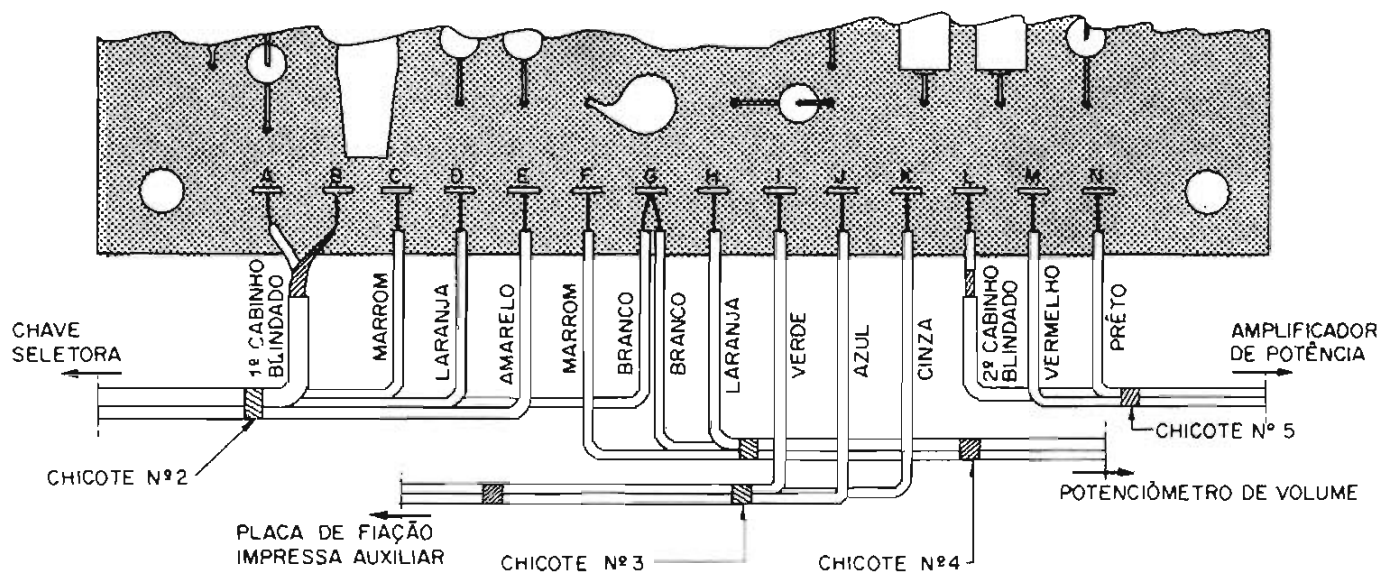
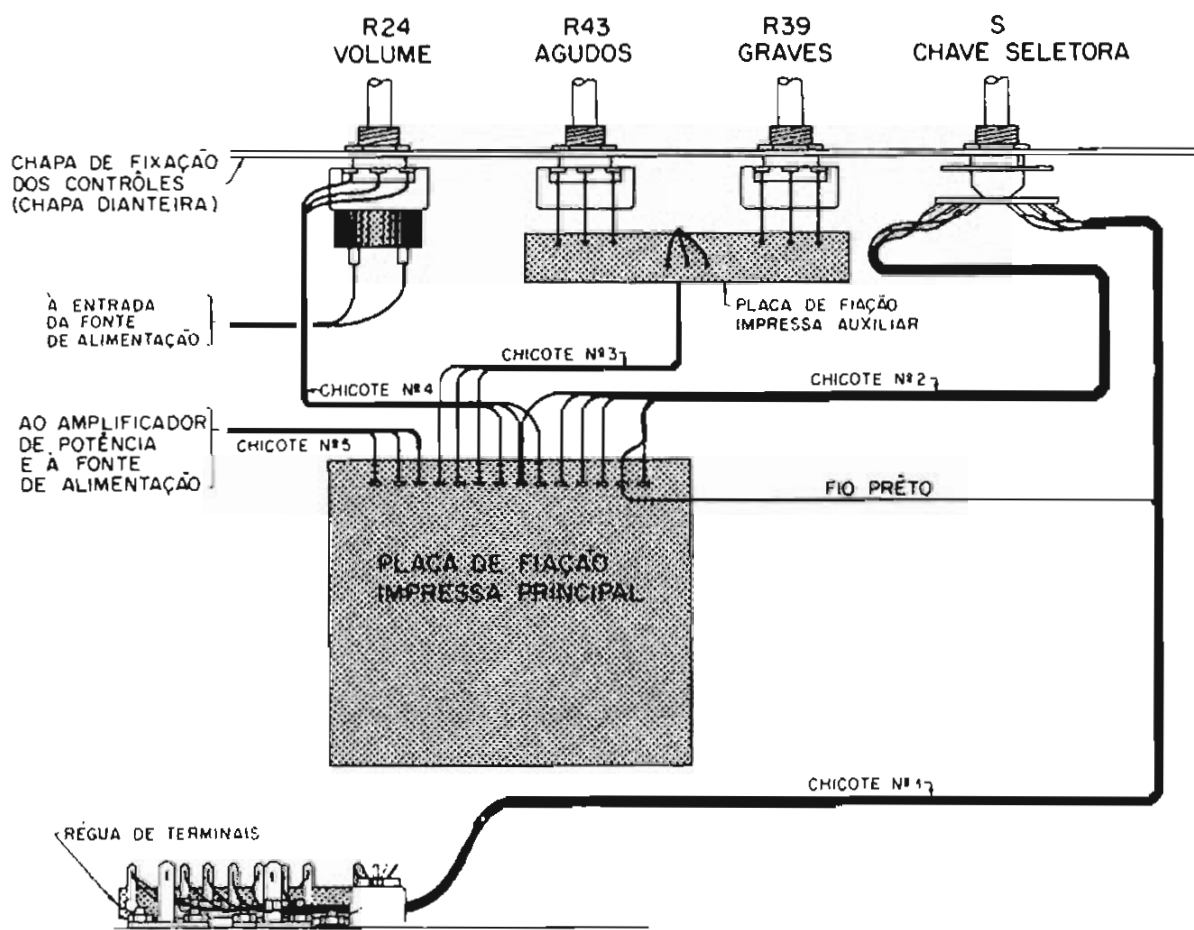

Figura 18 - Ligação dos fios à placa de fiação impressa principal
Figura 22 - Vista de conjunto do M-201, mostrando as sub-montagens, os controles e os chicotes de interligação
33 - Solde os condutores aos terminais da placa de fiação impressa principal, obedecendo a tabela III. Oriente-se pela figura 18. Em seguida a cada soldagem, corte os fios no comprimento indicado na tabela e prepare novamente as extremidades das sobras que forem novamente utilizadas (cabinho blindado, marrom, laranja e branco).
- 34 - Orientando-se pela figura 18, dobre, para esquerda do painel visto de frente, o cabinho blindado ligado aos terminais A e B (1º cabinho da placa) e os fios marrom, laranja, amarelo e um dos brancos (ligados aos terminais C, D, E e G). Estas dobras deverão formar ângulos retos a 1,5 cm da borda dianteira do painel de fiação impressa.
- 35 - Com uma tira de fita isolante reúna êstes condutores, do modo indicado na figura 18, constituindo o chicote n° 2, que deverá ser posicionado em sentido à chave seletora.
- 37 - Dobre os fios marrom, branco e laranja, ligados aos terminais F, G e H, da maneira ilustrada na figura 18 e reúna-os com uma tira de fita isolante, constituindo o chicote nº 4. Posicione-os em sentido ao potenciômetro de volume. (Veja também a figura 22).
O aspecto da fiação, após essa operação, está mostrado na figura 18.
- 39 - Posicione os cabos blindados de entrada e saída de sinal (chicote nº 1), provenientes da régua de terminais, da maneira ilustrada na figura 20 e separe o fio preto. (Veja também figura 22).
A figura 22 fornece uma indicação geral do posicionamento das placas e chicotes de interligação da versão monofônica.